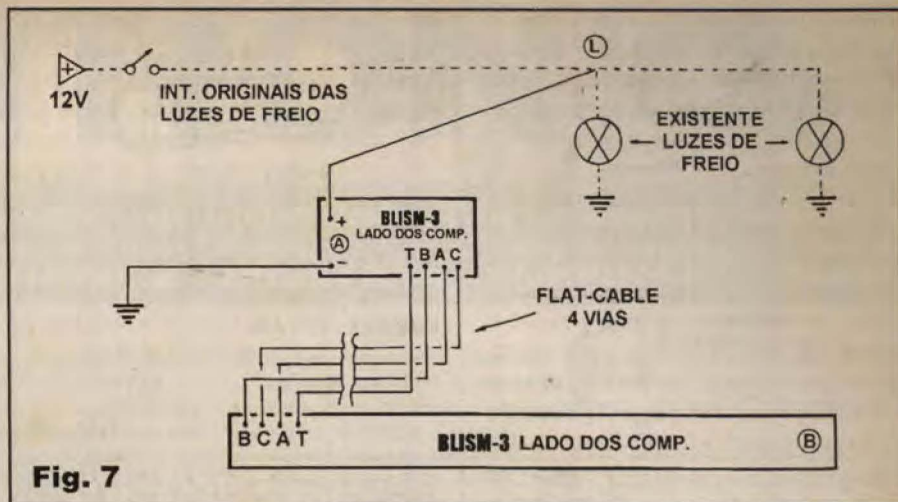

Fig. 7
- FIG. 7 - CONEXÕES EXTERNAS ÀS PLACAS - INTERLIGAÇÃO DOS BLOCOS CIRCUITAIS - INSTALAÇÃO BÁSICA - O diagrama dá, simultaneamente, uma série de *importantíssimas* informações de montagem. Considerando que ambas as placas (A do circuito de controle, e B do *display*...) são vistas pelas suas faces não cobreadas, o primeiro ponto a ser observado é o da interconexão, a ser feita com *flat-cable* de 4 vias (o comprimento dependerá das condições específicas de instalação final, conforme próximas figuras...). Notar que, nas duas placas, os pontos de interconexão A-B-C-T *não obedecem* à mesma ordem relativa, e assim é inevitável uma boa dose de atenção nos *enfiamentos* e soldagens dos cabinhos em ambos os extremos, de modo que nada saia errado... Como os *flat-cables* normalmente têm seus condutores individuais em cores diferentes, basta observar cuidadosamente em cada extremidade do multi-cabo *qual é a cor do condutor ligado ao A, ao B, e assim por diante*... As outras ligações correspondem à alimentação, com o ponto (-) da placa A, referente ao *negativo*, indo à *massa* do veículo (a ligação pode ser bem curta, a um ponto bem próximo do local de instalação da plaquinha...) e o ponto (+) sendo levado por condutor isolado ao terminal *vivo* de umas das convencionais lâmpadas de aviso de frenagem já instaladas na traseira do veículo (ponto L)... Observar que *nadinha* precisa ser mexido ou alterado na fiação ou instalação normal do carro, já que todas as providências constituem *acréscimos* e não modificações...